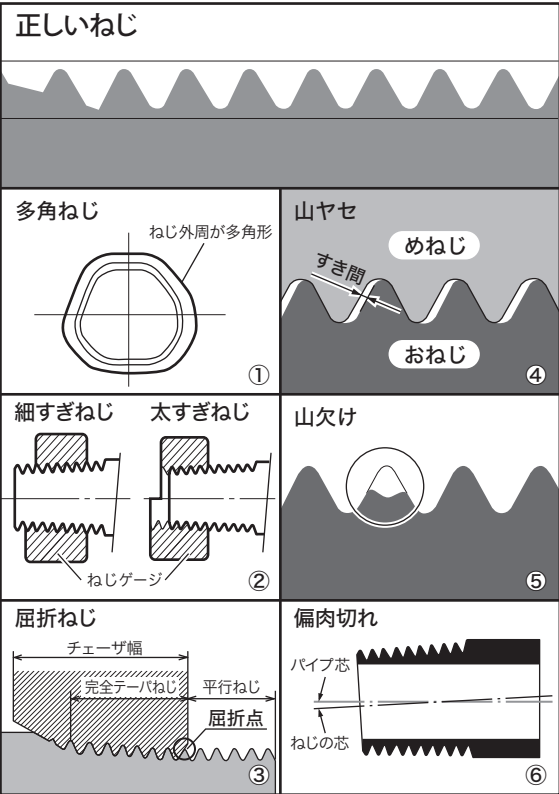

図 52
■悪いねじについて (図 52)
①多角ねじ (図 52- ①)
②ねじ径の細すぎ、太すぎ (図 52- ②)
③屈折ねじ (手動切上ダイヘッドの場合) (図 52- ③)
④切られたねじの山ヤセ (図 52- ④)
⑤切られたねじの山欠け (図 52- ⑤)
⑥パイプに対してのねじの偏肉切れ (図 52- ⑥)